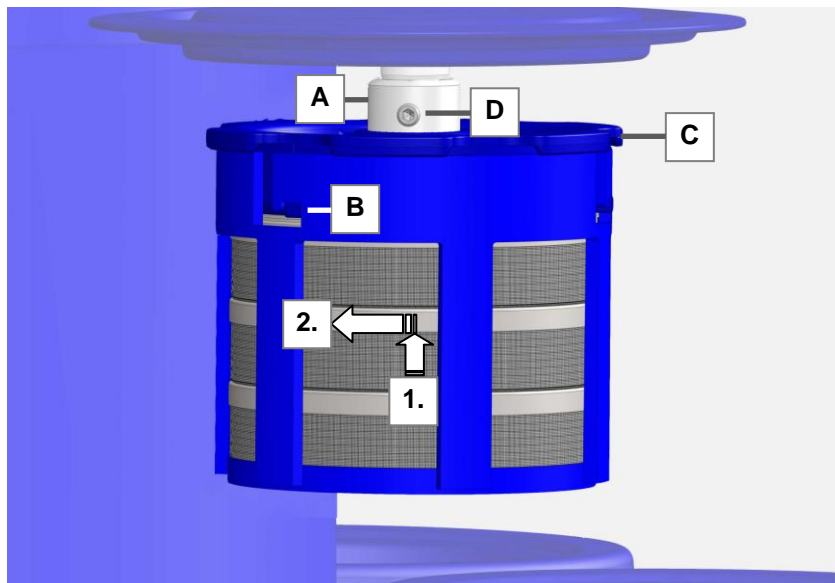

Fig. 6.2.1 Cesta de limpieza suspendida
La cesta de limpieza está unida a la máquina por el portacestas (fig. 6.2.1.C) mediante el cierre de bayoneta del alojamiento (fig. 6.2.1.A).
Sujete el alojamiento (fig. 6.2.1.C) firmemente con la mano y presione la cesta primero un poco hacia arriba (fig. 6.2.1.-1) y a continuación gire esta en el sentido antihorario (fig. 6.2.1.-2) para extraerla de los sistemas de retención (fig. 6.2.1.B).
- A Alojamiento** para la cesta de limpieza y el portamecanismos. Cuando se retira la cesta de limpieza, el alojamiento permanece atornillado al eje de accionamiento con el perno roscado (*fig. 6.2.1.D*).
Fije ahora la cesta de limpieza de nuevo en el alojamiento de la máquina de limpieza (*fig. 6.2.1.A*).
Asegúrese de que la cesta esté correctamente enclavada en el sistema de retención (*fig. 6.2.1.B*).
Asegúrese de que el soporte esté correctamente atornillado al eje de accionamiento (*fig. 6.2.1.D*).